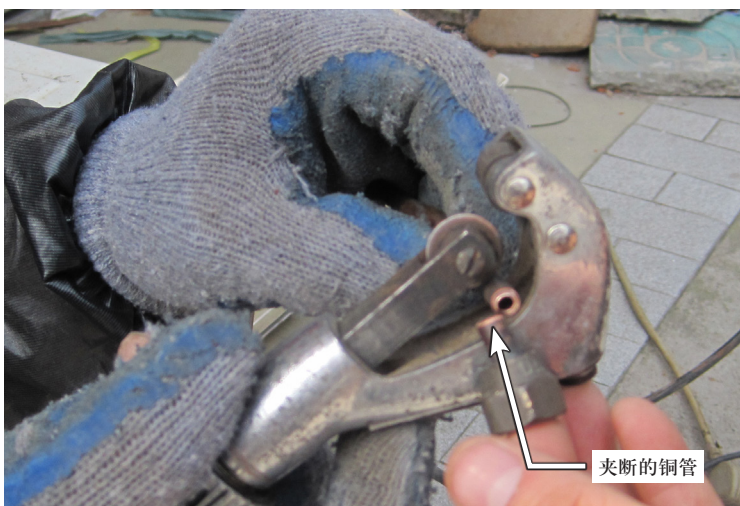

图 3-2 用力夹紧钳子
3) 当切割到接近管壁 2/3 厚度，用钳子轻轻折断铜管即可，如图 3-2 所示。